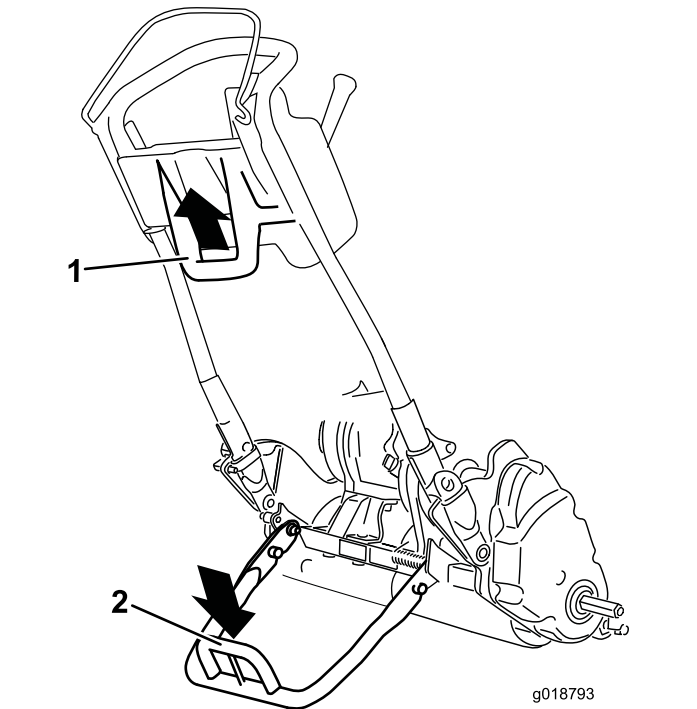

图27
- 要使用支撑架安装行走轮首先应将支撑架放到地面上踩下支撑架环并向上向后拉中下部手柄图27。